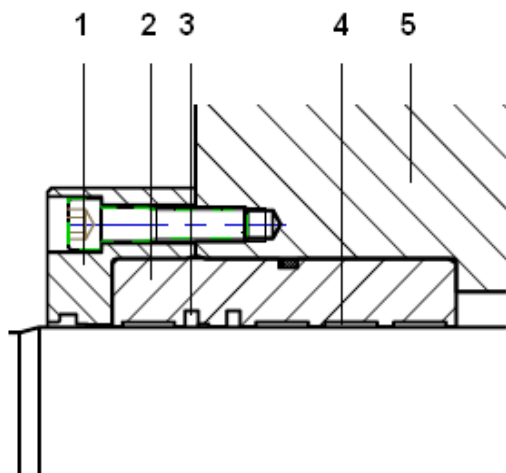

Fig. 4 – Bussola configurazione basso attrito
Nella flangia è inserito il **raschiatore (B)** che garantisce la pulizia dello stelo in fase di rientro. E' possibile una configurazione a basso attrito anche per la bussola guida stelo (vedi Fig. 4).